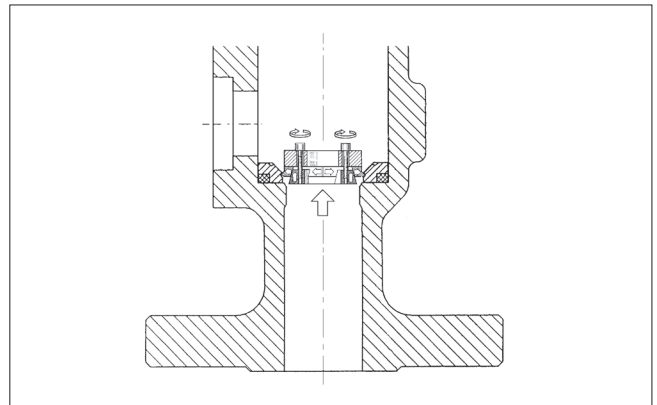

Abb. 13 Lösen des gesicherten Sitzes
- Entfernen Sie die Gehäuseabdeckung (2). Falls der Sitz (7) nicht auf der Kugel (3) liegt, schützen Sie den Sitz vor Herausfallen aus der Gehäuseabdeckung und nehmen Sie ihn später ab. **Kommen Sie nicht mit den Fingern zwischen Gehäuseabdeckung und Oberfläche!**
- Entfernen Sie den gesicherten Sitz (7) mit einem entsprechenden Werkzeug, siehe Abb. 13 und Abschnitt 7 „Werkzeuge“.